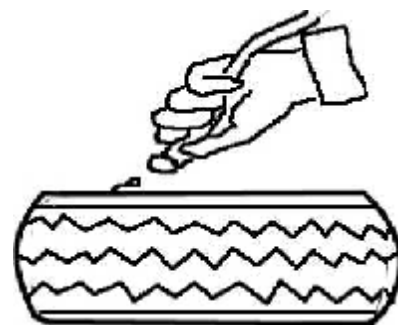

Рис.11
Держите руками край корда, который должен быть опущен вниз в канал обода колеса. Нажмите на педаль (Z), чтобы повернуть вращающийся стол по часовой стрелке (Рис. 10). Продолжайте, пока Вы не закроете всю окружность обода колеса (Рис. 11).